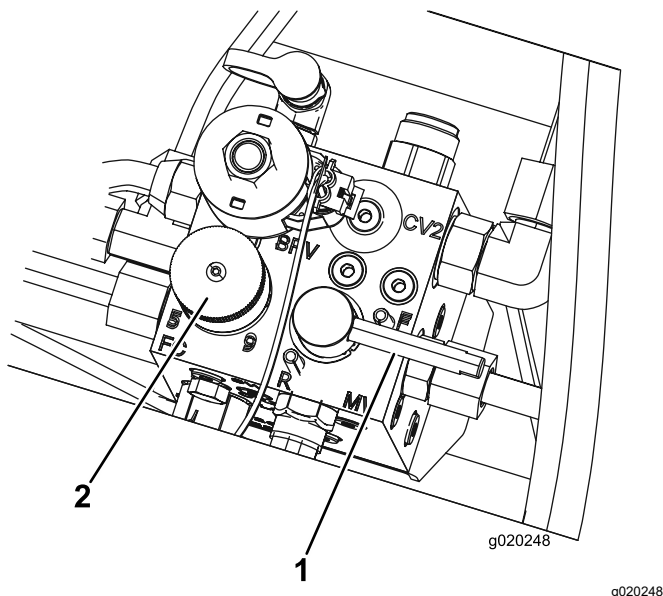

Figura 83
5. Impostate il comando della velocità dei cilindri in posizione 1 (Figura 83).
6. Spostate la leva di lappatura in posizione R (lappatura) (Figura 83).